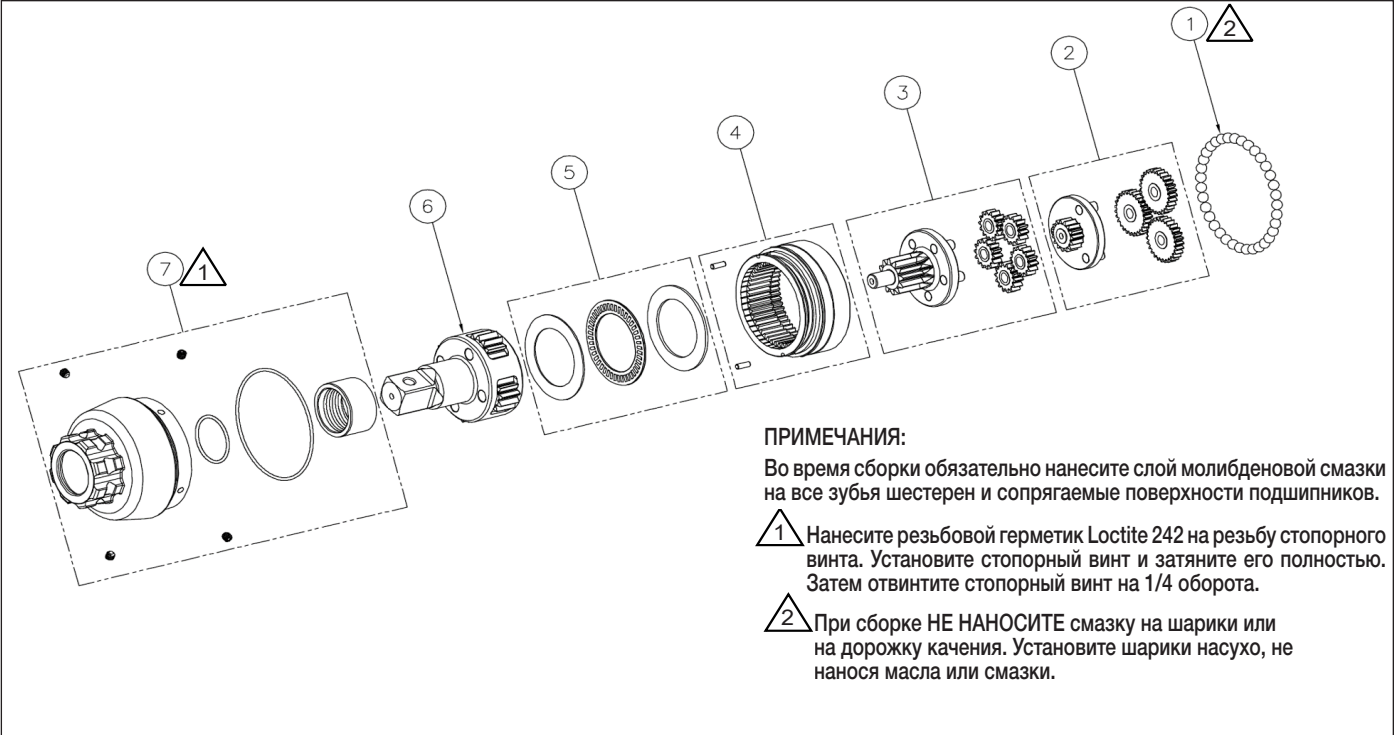

Рисунок 9: Узел редуктора TW500SR
9.4.1 Таблица деталей (рисунок 9)